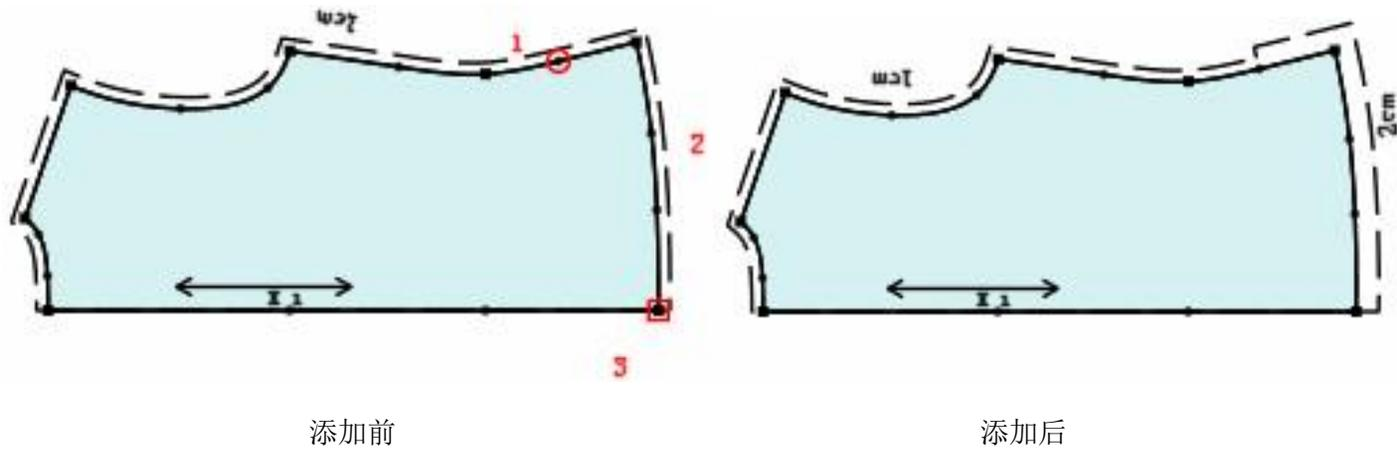

图 35.4
5. **拖选边线点加（修改）缝份量：**用加缝份工具在 1 点上按住鼠标左键拖至 3 点上松手，在弹出的【加缝份】对话框中输入缝份量，确定即可（如图 35.4）。